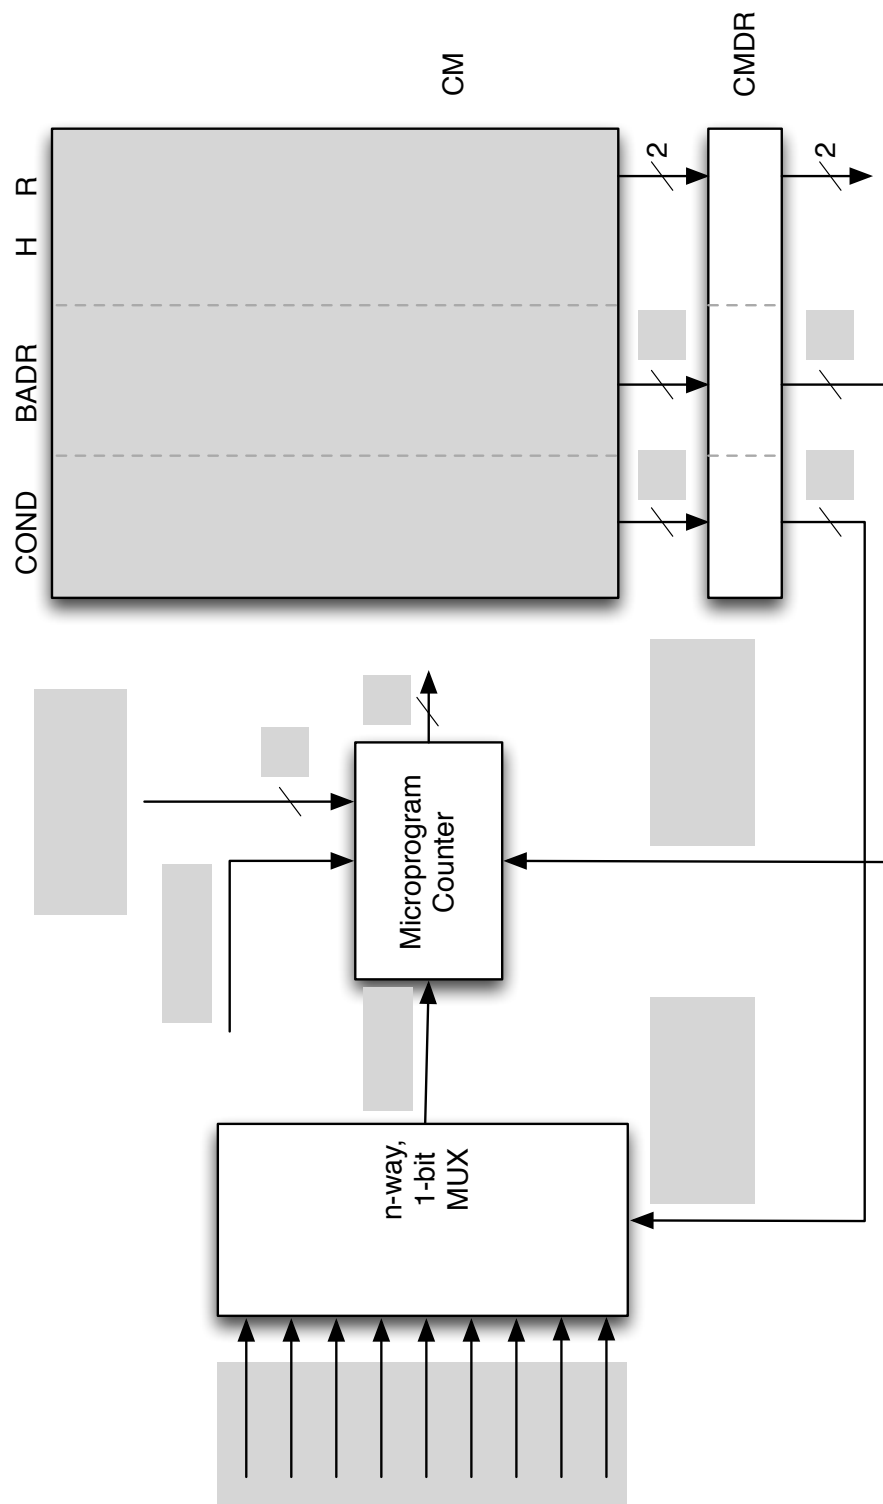

Abbildung 8: Vorlage für c), Mikroprogrammsteuerwerk
- (c) Entwerfen Sie mit Hilfe des in Abbildung 8 angegebenen Fragmentes das Mikroprogrammsteuerwerk für den Controller. Ergänzen Sie auch die Beschriftung des Steuerwerkes, d.h. geben Sie die Bitbreite der Leitungen an und benennen Sie die Leitungen wie in der Vorlesung definiert.